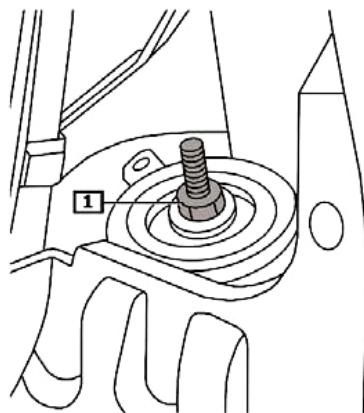

Fig. 4:
- **Fig.4** Kolbenstangenmutter (1) abschrauben.
- **Fig.4** Unscrew piston rod nut (1).
- **Fig.4** Dévisser l'écrou de la tige de piston (1).
- **Fig.4** Desatornillar la tuerca del eje del amortiguador (1).